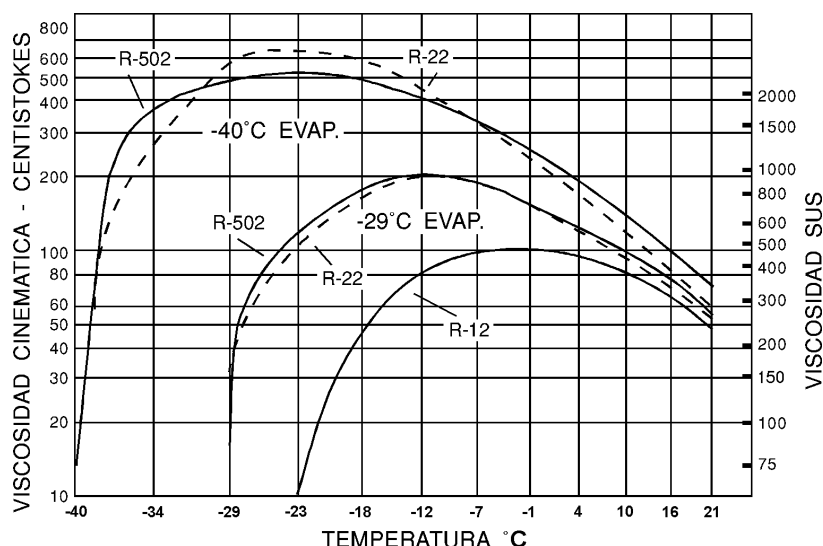

Figura 4.12 - Cambios de viscosidad a lo largo del evaporador.
**Evaporadores de Expansión Directa.** En los evaporadores de expansión directa o "secos", todo el refrigerante que entra se evapora completamente antes de llegar a la salida. El aceite presente en el refrigerante líquido alimentado al serpentín, permanece como aceite líquido. En la figura 4.12 se muestran los cambios que se llevan a cabo en el evaporador. A la entrada, se llena con refrigerante líquido que contiene una pequeña cantidad de aceite. Al avanzar a lo largo del evaporador, el refrigerante se evapora separándose del aceite. Al evaporarse todo el refrigerante, sube la temperatura. En la entrada, es muy baja la viscosidad de la mezcla de refrigerante y aceite. Cuando empieza el sobrecalentamiento del refrigerante evaporado, empieza a aumentar la viscosidad rápidamente, hasta que en algún punto a lo largo del evaporador se llega a un valor máximo. Entonces, al aumentar la temperatura, disminuye lentamente la viscosidad. Es importante la ubicación de esta área de máxima viscosidad, puesto